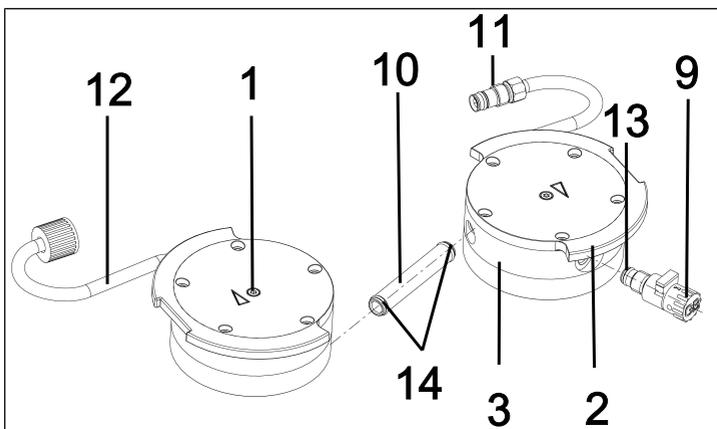

Abb.28: O-Ringe wechseln
2. Ziehen Sie das Verschaltungsrohr (**10**/Abb. 28) aus dem Kopfdeckel (**3**) heraus.
3. Tauschen Sie die beiden O-Ringe (**14**) am Verschaltungsrohr (**10**/Abb. 28) aus.
6. Schrauben Sie den Gasballast (**9**/Abb. 28) aus dem Kopfdeckel (**3**) heraus.
7. Tauschen Sie den O-Ring (**13**) am Gasballast (**9**/Abb. 28) aus.
8. Schrauben Sie den Gasballast (**9**/Abb. 28) bis zum Anschlag in den entsprechenden Kopfdeckel (**3**) ein. Drehen Sie ihn anschließend wieder zurück bis die Fläche nach oben orientiert ausgerichtet ist.
7. Stecken Sie das Verschaltungsrohr (**10**/Abb. 28) wieder in die Kopfdeckel (**3**).